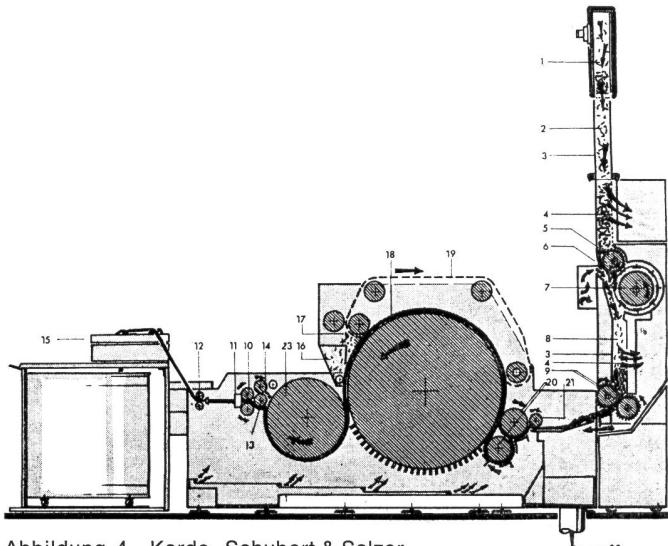

Abbildung 4 Karte, Schubert & Salzer
**Karte** — Es dürfte ein Trend zu zwei Vorreissern festzustellen sein. Kardiersegmente scheinen sich vor allem im Bereich der Chemiefaserverarbeitung mehr und mehr durchzusetzen. Eine Attraktion an den Karden war zweifelsohne die neue Karte von Schubert & Salzer, Ingolstadt (Abbildung 4, aus Melliand Textilberichte, 1975, 590—594). Sie unterscheidet sich in einigen wesentlichen Punkten von den bekannten Konstruktionen. Die wichtigsten sind: